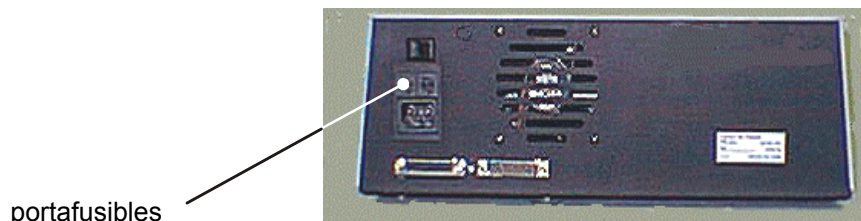

Fig. 10.
- Gire hacia la izquierda los portafusibles que se encuentran ubicados en el panel trasero del equipo. Vea Fig. 10.